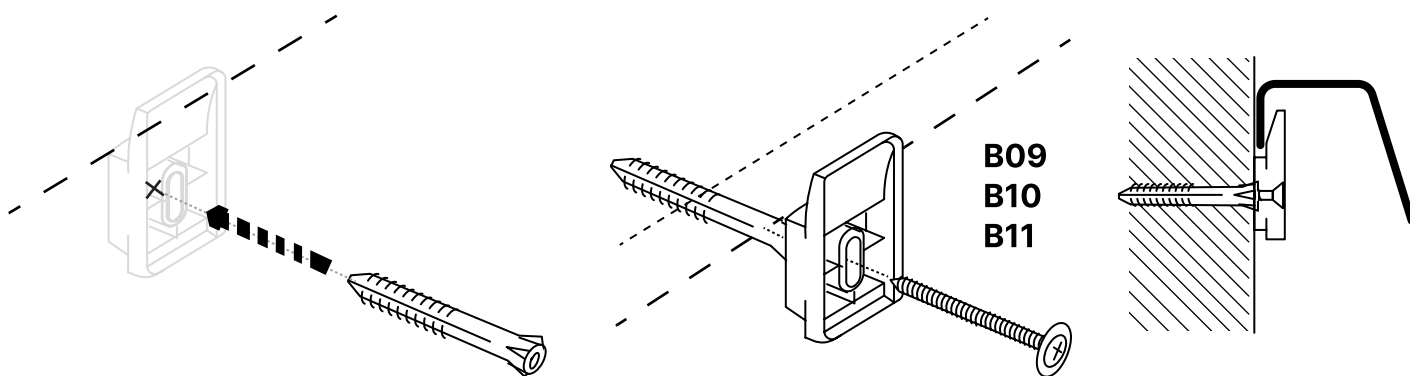

рисунок 10
6.4. Прикрепите фиксаторы (B11) к дюбелям саморезами (B10) они должны свободно двигаться в пределах овального выреза - *рисунок 10*.